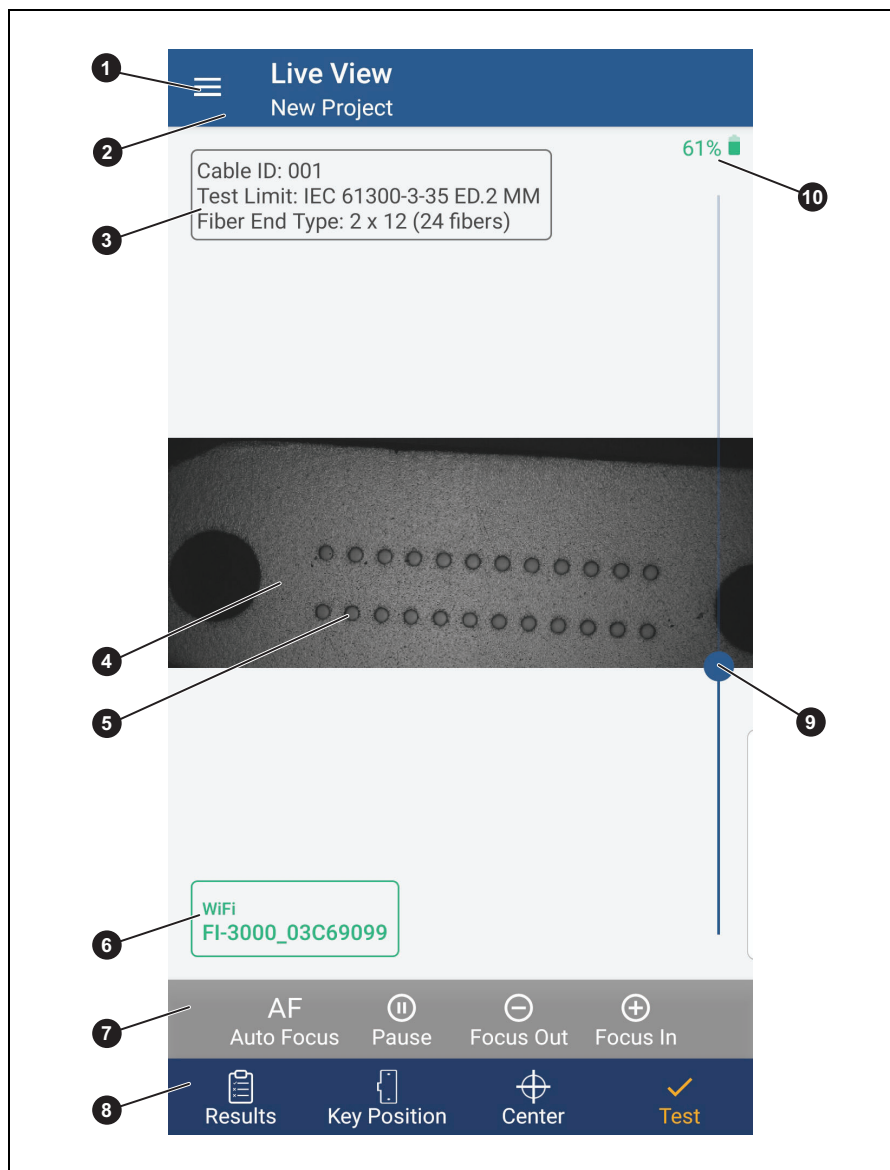

Figura 7. Tela de visualização em tempo real
1. Toque no Indicador de conexão Wi-Fi. Veja a Figura 7 e a Tabela 4.
A Figura 7 e a Tabela 4 exibem os recursos na Visualização em tempo real ou na tela inicial.